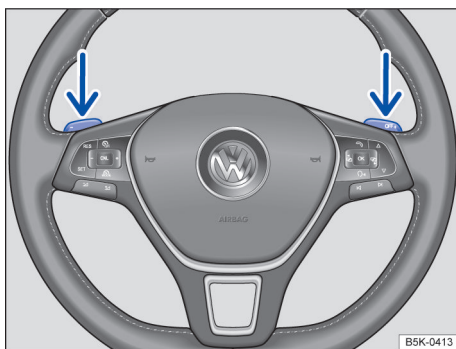

Fig. 87 Volante com seletores basculantes do Tiptronic.
- Puxar o seletor basculante direito → Fig. 87 na direção do volante para aumentar a marcha.